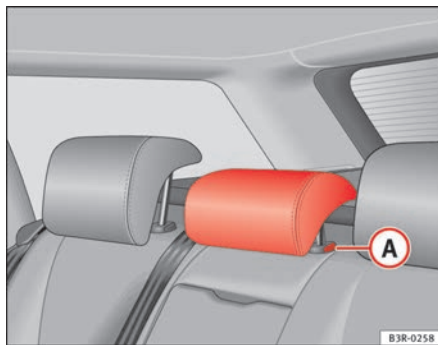

Fig. 114 Sedile posteriore centrale Poggiatesta
- Premere il pulsante (A) ⇒ fig. 114 e abbassare il poggiatesta.
- Premere il tasto (A) ⇒ fig. 114 ed estrarre contemporaneamente il poggiatesta.